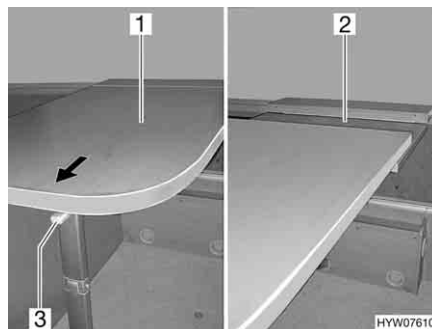

Bild 89 Hangetisch vergroßern
- Den Sicherungshebel (Bild 89,3) an der Unterseite der Tischplatte losen.
- Die Tischplatte (Bild 89,1) vorn leicht anheben und in Pfeilrichtung bis zum Anschlag ziehen.
- Die eingelegte Tischplattenverlangerung (Bild 89,2) schwenkt nach oben.
- Den Sicherungshebel (Bild 89,3) an der Unterseite der Tischplatte lösen.